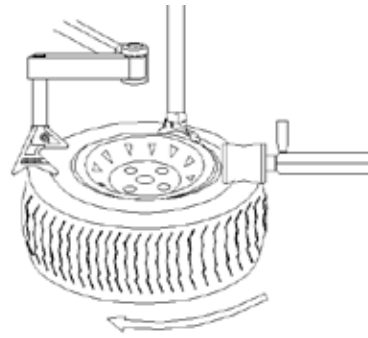

Figure 17
Veillez à la sécurité pendant l'opération (figure 17 page suivante).
Si le bras hexagonal vertical n'est pas bloqué ou s'il n'y a pas une distance de 2-3 mm entre la tête de montage/démontage et la jante, ajustez la plaque de blocage hexagonale en vous reportant à la figure 17 et ajustez (X).